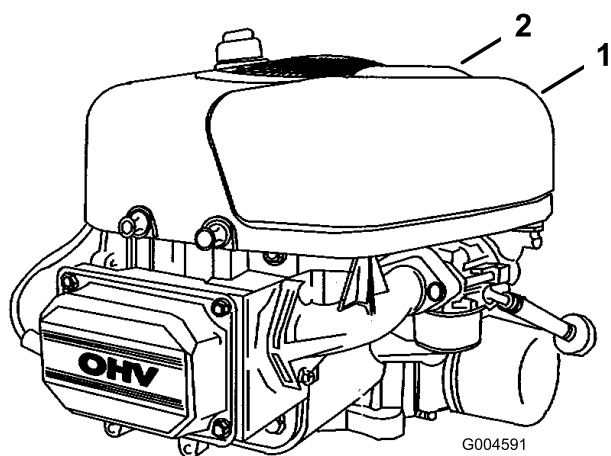

Figura 23
4. Alzate il manico del coperchio del filtro dell'aria, giratelo verso il motore (Figura 23) e togliete il coperchio del filtro dell'aria.